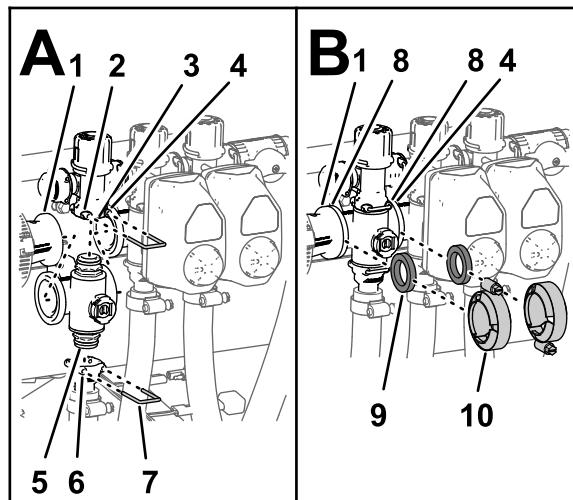

Рисунок 83
1. Вставьте верхний штуцер торцевой крышки коллекторного клапана в перепускной штуцер (**Рисунок 83 А.**).
2. Закрепите штуцер торцевой крышки на перепускном штуцере, вставив держатель в гнездо перепускного штуцера (**Рисунок 83 А.**).
3. Установите выпускной штуцер на нижний штуцер торцевой крышки коллекторного клапана (**Рисунок 83 А.**).
- Прикрепите штуцер торцевой крышки к выпускному штуцеру, вставив держатель в гнездо выпускного штуцера (Рисунок 83А).
- Установите прокладку между фланцами переходной муфты и коллектором клапана секции (Рисунок 83В).
- Смонтируйте переходную муфту, прокладку и коллектор клапана секции с помощью хомута, затянув его от руки (Рисунок 83В).
- При установке 2 самых левых клапанов секций установите прокладку между фланцами 2 прилегающих коллекторов клапанов секций (Рисунок 83В).
- Смонтируйте 2 находящихся рядом коллектора клапанов секций и прокладку с помощью хомута, затянув его от руки (Рисунок 83В).